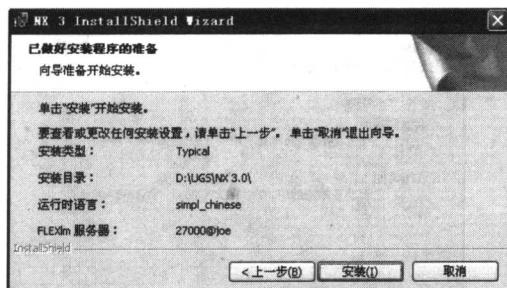

图 1-18 安装步骤 (16)
- (23) 单击【下一步】按钮，确认所有的安装信息是否正确，如图 1-18 所示。